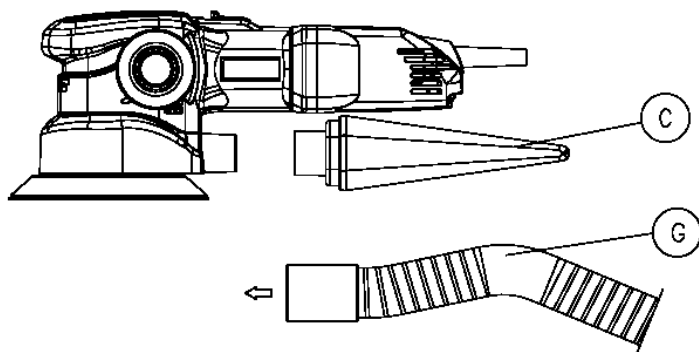

Fig. 3
Para conectar la máquina a los aspiradores AS182K, AS282K, u otra fuente externa de aspiración, deberá montarse el acoplamiento de aspiración ref. 6446073 (accesorio opcional). Para ello, retirar la bolsa de aspiración "C", y encajar en su lugar la boquilla, del acoplamiento de aspiración "G" (Fig. 3).